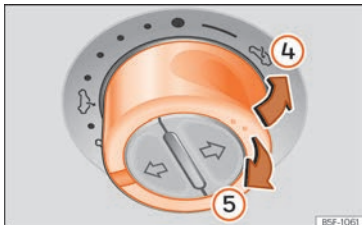

Abb. 110 Im Dachhimmel: Schalter zum Hochklappen oder Zuklappen des Dachs drücken bzw. daran ziehen.
- Hochfahren: Drücken Sie den Schalter auf die Position »» Abb. 110 ④. Zum Einstellen einer Zwischenposition betätigen Sie den Schalter bis die gewünschte Position erreicht ist.
- Senken: Ziehen Sie den Schalter auf die Position »» Abb. 110 ⑤. Zum Einstellen einer Zwischenposition betätigen Sie den Schalter bis die gewünschte Position erreicht ist.
- Glasdach: Innerhalb von etwa 5 Sekunden nach der Aktivierung des Einklemmschutzes den Schalter so lange nach hinten ziehen »» Abb. 110 (Pfeil ⑤) bis das Dach vollständig geschlossen ist.